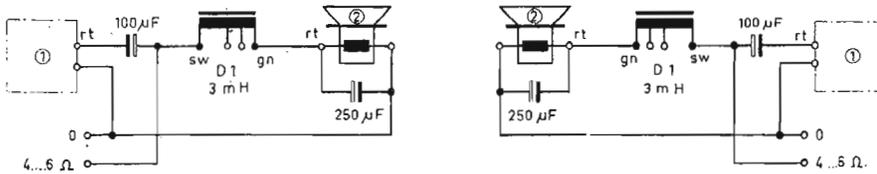

FIG. 9 Installation de stéréophonie avec deux boomers au centre
un grand angle de diffusion, on peut brancher 6 haut-parleurs selon le schéma de principe de la figure 9. La légère erreur d'adaptation ne présente aucun risque, pour autant que la reproduction reste limitée aux fréquences élevées par l'emploi d'un condensateur de 4 à 50 μ F, intercalé entre l'amplificateur et la combinaison.
Le branchement des tweeters s'effectue selon le schéma (Fig. 9). Les condensateurs individuels devant chaque tweeter peuvent aussi bien être remplacés dans ce schéma par un condensateur commun de 6 μ F, ayant les caractéristiques de tension appropriées (condensateur MP).
H. 6 P713E selon schéma figure 9.